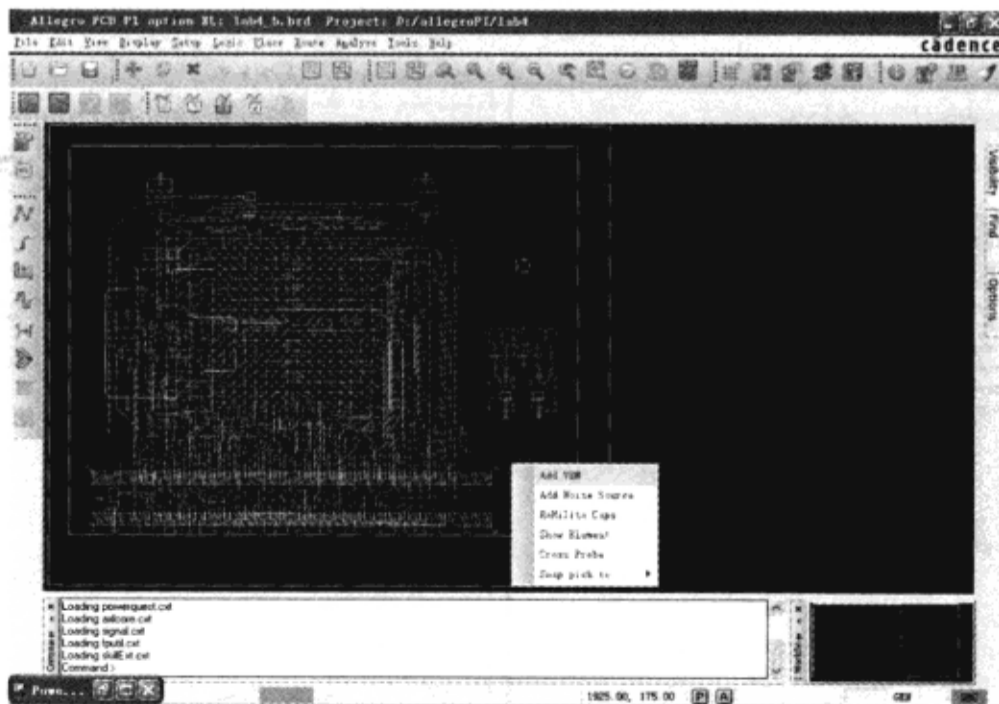

图 10-7-65 添加电压调节模块
(3) 在 Allegro PCB PI option XL 窗口中单击鼠标右键，在弹出的菜单中选择“Add VRM”，如图 10-7-65 所示。